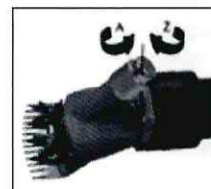

Рис. 3.
1.2. Отрегулируйте степень натяжения лезвий, вращая установочную гайку по часовой стрелке (см. Рис. 3) до тех пор, пока не почувствуете сопротивление. Вращая гайку против часовой стрелки, вы ослабите натяжение лезвий (см. Рис.3).
5. Очищайте лезвия от грязи. После завершения стрижки одной овцы, поверните установочную гайку против часовой стрелки (см. Рис.3), извлеките лезвия, очистите осевшую на нижнем лезвии грязь, а также грязь на верхнем лезвии. После этого оба лезвия можно плотно закрепить.